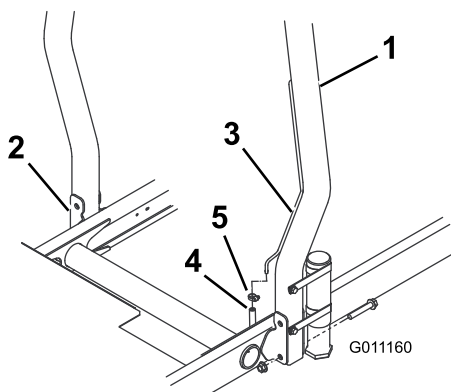

Figura 12
1. Baixe o arco de segurança até aos suportes de montagem da unidade de tração, alinhando os furos de montagem. Certifique-se de que o tubo de ventilação no arco de segurança fica do lado esquerdo da máquina (Figura 12).
- Fixe cada lado do arco de segurança aos suportes de montagem com 2 parafusos de cabeça flangeada e porcas de bloqueio (Figura 12). Aperte os fixadores com uma força de 81 N m.